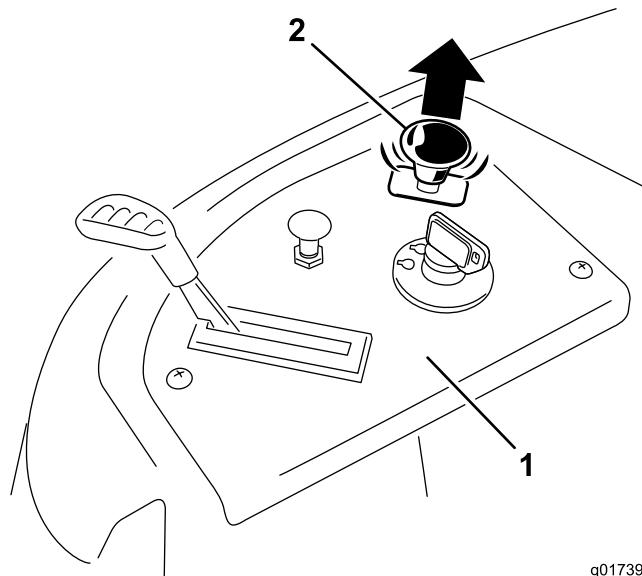

Bild 16
3. Ziehen Sie den Zapfwellenantriebsschalter hoch, schieben Sie ihn in die EIN-Stellung und kuppeln Sie die Messer ein (Bild 16).